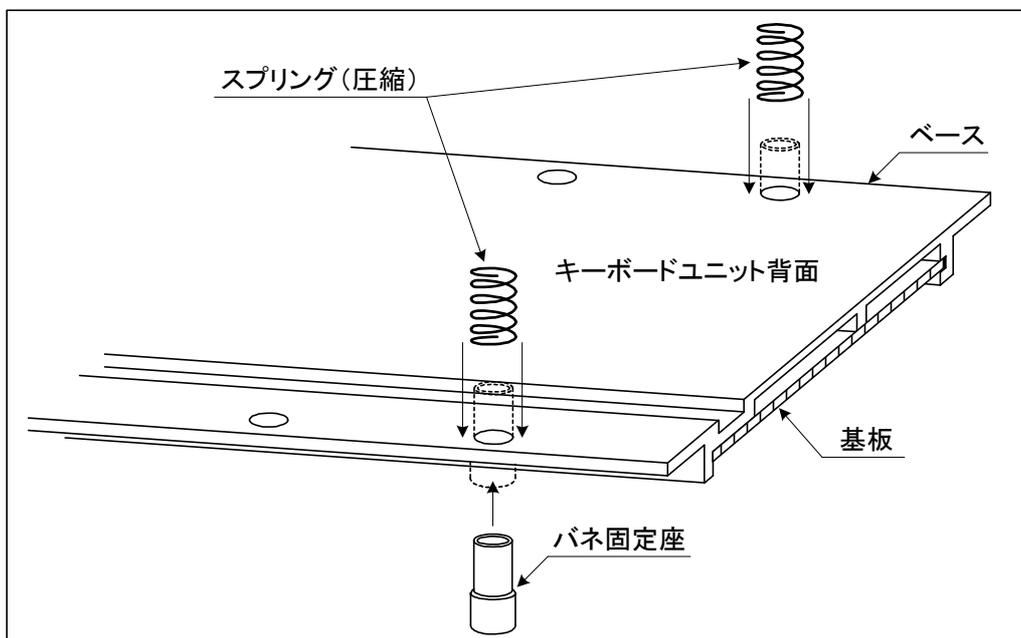

図3.4-2 スプリング（圧縮）取り付け
- (1) アクションと全ての鍵盤を取り外す。
- (2) 図3.4-2の様に、キーボードユニットの基板側よりバネ固定座を挿入し、キーボードユニット背面からスプリング（圧縮）を取り付ける。尚、スプリング（圧縮）は時計方向に回しながら挿入すると取り付け易い。